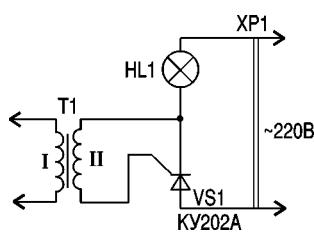

рис. 1
1. Проста "мігалка", яка блимає в такт музичному супроводу, незалежно від його частотного складу (**рис. 1**). Трансформатор T1 узгоджує імпеданси вихіду підсилювача та входу тиристора.